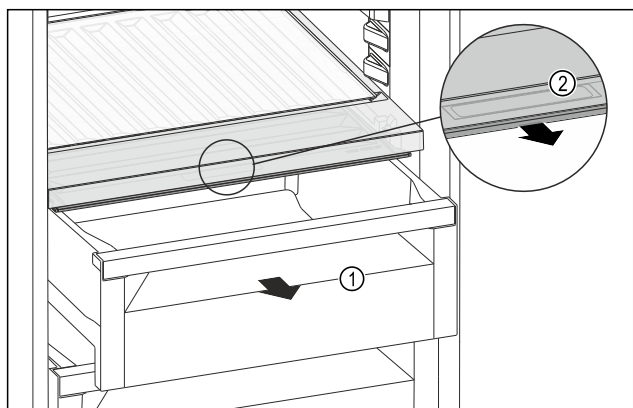

Fig. 170
- Dra ut utdragslådan Fig. 170 (1).
- Ta tag i fördjupningen Fig. 170 (2) på facklocket och dra samtidigt facklocket framåt.